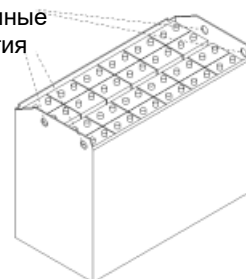

Рис. 2-78
(4) Места для подъема аккумулятора показаны на Рис. 2-78